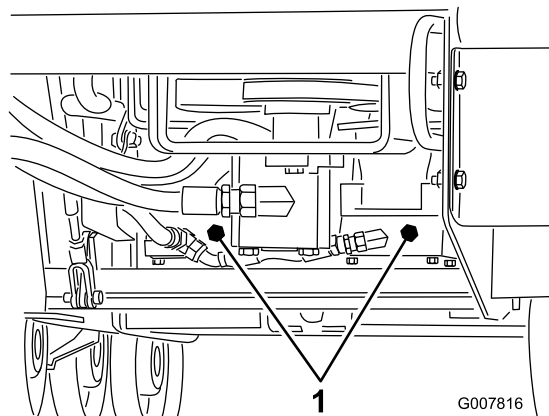

Figura 18
4. Con l'aiuto di una chiave, girate due volte in senso antiorario le valvole per il rimorchio situate sulle pompe idrauliche (**Figura 18**).